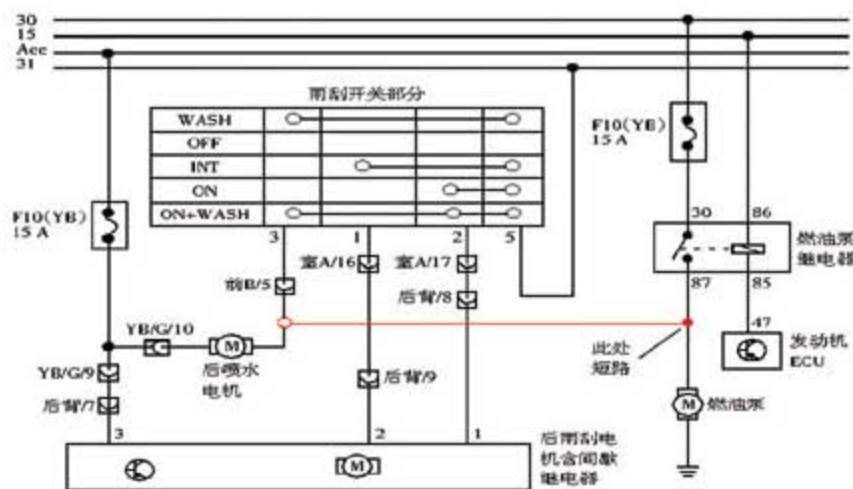

图 3
- 2). 经查阅该车电路图(图 3)发现，该车后喷水电机和后雨刮电机均由仪表熔丝盒中的 F10 熔丝提供电源，只要打开点火开关，后雨刮和后喷水电机就会有 12V 电源，后喷水电机由雨刮开关 3 号脚控制搭铁，在将雨刮开关的 3 号脚(后喷水电机控制线)和雨刮开关的 5 号脚(雨刮开关主搭铁线)连通后，后喷水电机便可以工作。在了解后雨刮器的工作原理后，笔者分析导致该车故障发生的原因包括：雨刮开关内部短路，导致 3 号端子与 5 号端子长期导通；雨刮开关 3 号线至后喷水电机控制线有对地短路的地方。
接器，对地短路的情况便会消失。笔者初步判定是燃油泵搭铁线和后喷水电机线路有短路的地方，或后雨刮电机和燃油泵存在搭铁不良的现象，导致电路从其他途径形成回路。之后笔者决定从后喷水电机插接器处查起。经查阅电路图(图3)得知，电源线经“后背/7”右前A柱插接器到喷水电机，检查该电路导通，同时发现“前C/12”绿黑线和后喷水电机搭铁导通。顺着该线路走向检查发现，该线直接接至燃油泵插接器2号脚。断开燃油泵插接器后喷水电机就停止工作，而发动机可以正常起动机，可以初步判定燃油泵未出现异常。重新检查电路图，并没有发现这2个系统有什么关联之处。